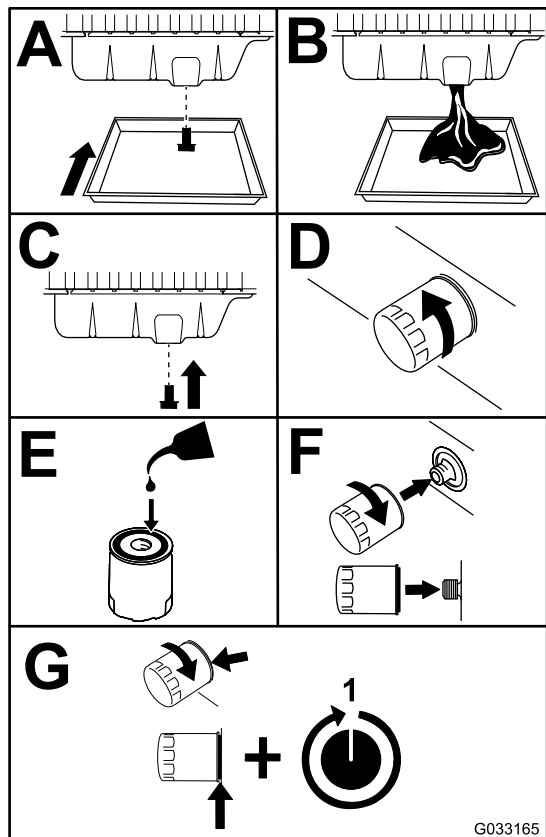

Figura 71
3. Sostituite l'olio motore e il filtro (Figura 71).